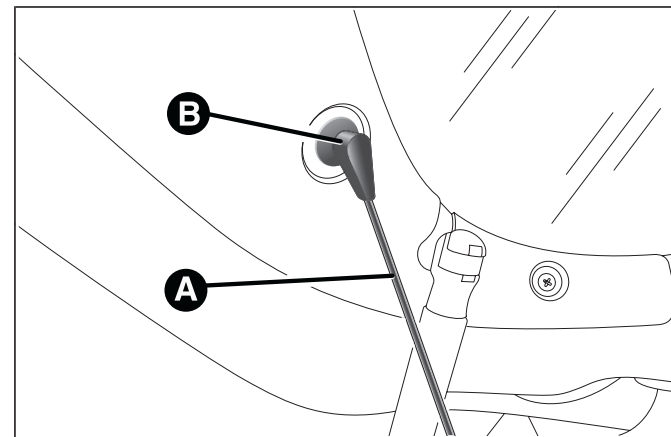

fig. 55
- liberare le estremità dei due tiranti A fig. 55 di sostegno della cappelliera sfilando gli occhielli B dai perni di sostegno;